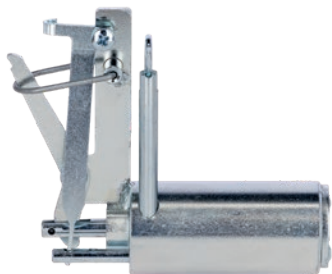

Fig. 4
1. Presione la palanca del percutor (fig. 3, pos. 2) con el pulgar en la dirección de disparo; pliegue el anillo de seguridad (fig. 3, pos. 3) hacia atrás utilizando la palanca del percutor (véase fig. 4). ¡El aparato solo debe colocarse y manejarse en este estado!